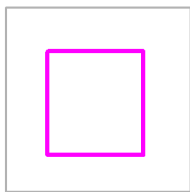

图 8-7 绘制螺栓图案
(5) 单击“绘制”面板中的“矩形”按钮，绘制螺栓图案形状，如图 8-7 所示。